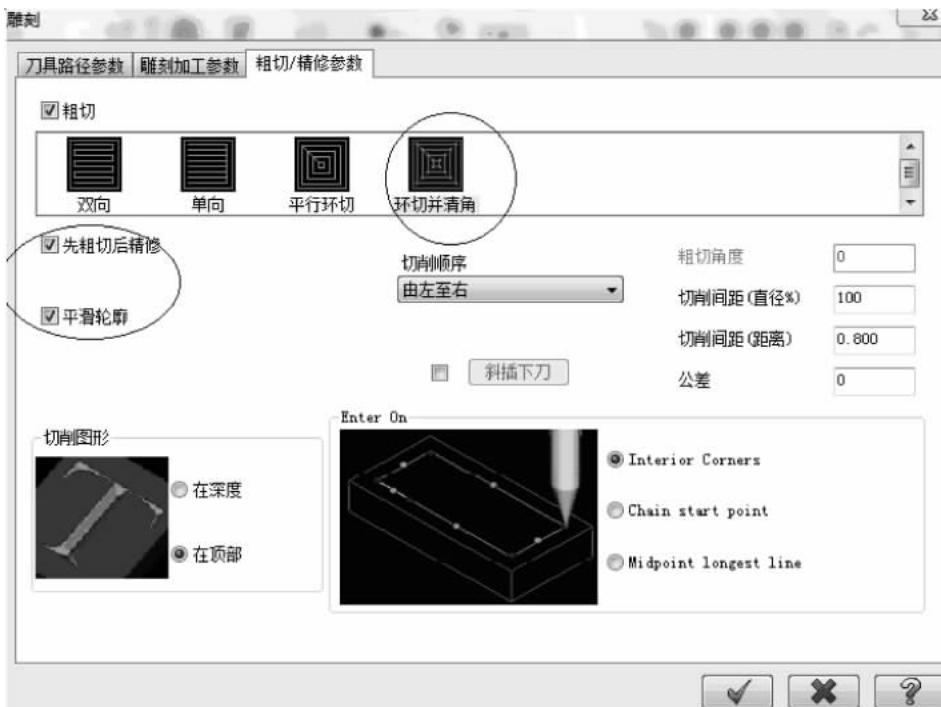

图 5-175 粗切/精修参数
(9) 在“粗切/精修参数”选项卡中, 设置粗/精加工参数, 如图 5-175 所示。